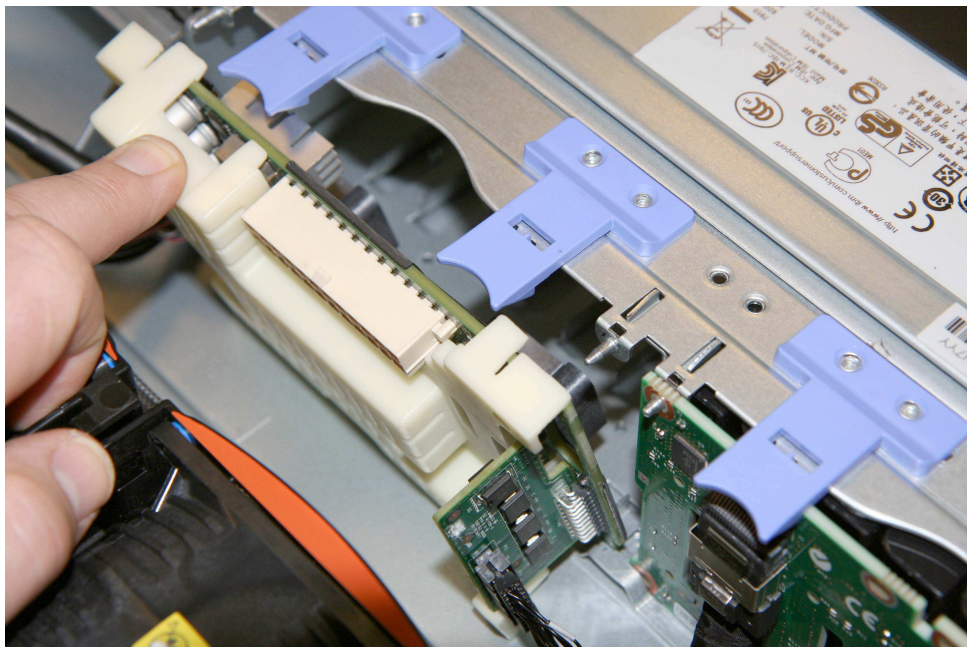

図 104. バッテリー・バックプレーンの取り外し
1. 129 ページの図 104 に示すように、ロック・タブを上げて、バッテリー・バックプレーンを少し後方に引いてシャーシから持ち上げます。